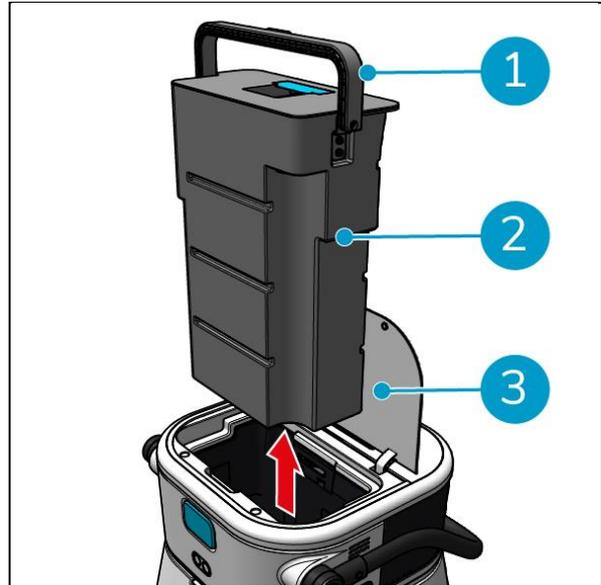

Figure 30
1. Ouvrez doucement le couvercle du compartiment du réservoir de récupération (Figure 30, pos. 3) sur le dessus de la co-botic™ 45.
2. Retourner la poignée du réservoir de récupération (Figure 30, pos. 1) en position verticale et retirer le réservoir de récupération.
15. Remettre en place le réservoir de récupération dans le sens inverse de la flèche, voir Figure 30.